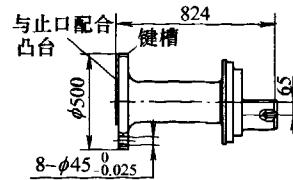

图4 曲轴
(1) 曲轴的初步制作 如图4所示。①曲轴材料为ZG35SiMn，毛坯铸钢件进厂，上镗床镗端面保证总长及各端面加工尺寸。②划曲柄头及曲轴中心线，偏心距十字中心线，并做样冲标记。③钻曲轴中心孔，两端中心孔。④顶中心孔，